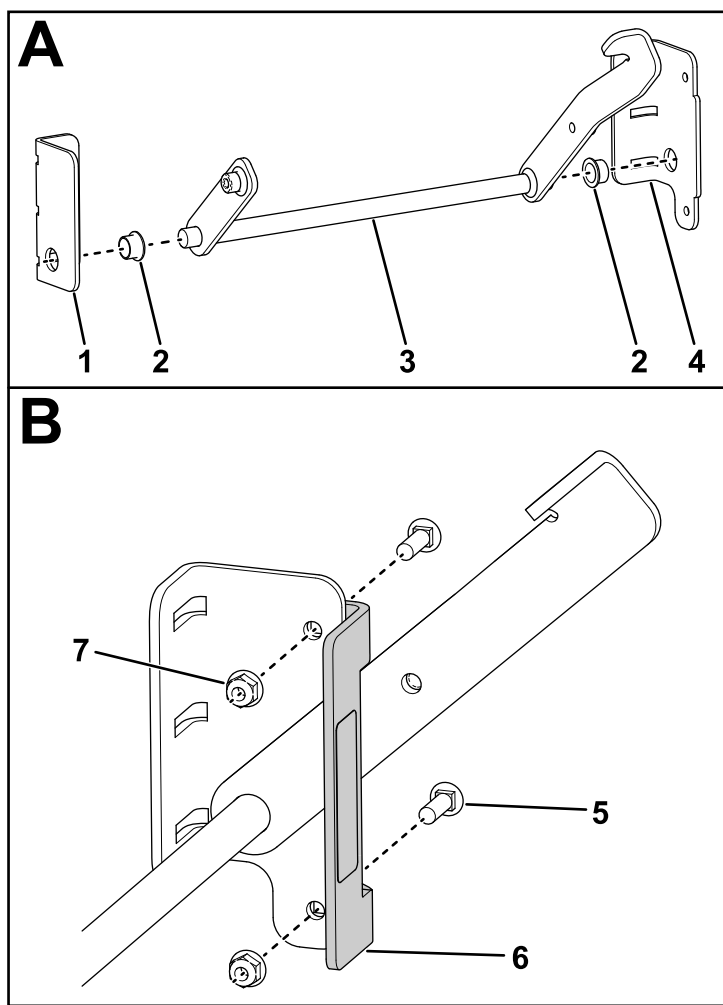

Figure 9
3. Fixez le frein de stationnement aux supports arrière à l'aide de 2 douilles (A de Figure 9).
4. Fixez la butée de frein sur le support arrière droit à l'aide de 2 boulons de carrosserie (5/16 x 1 po) et 2 contre-écrous (5/16 po) (B de Figure 9).